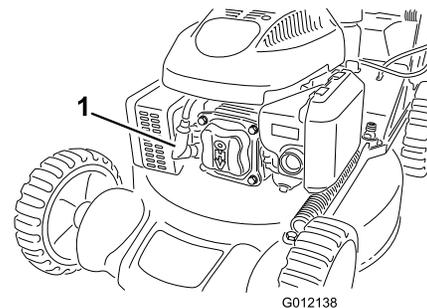

Figura 18
2. Desconecte el cable de la bujía (Figura 18) antes de realizar cualquier procedimiento de mantenimiento.
2. Desconecte el cable de la bujía (Figura 18).